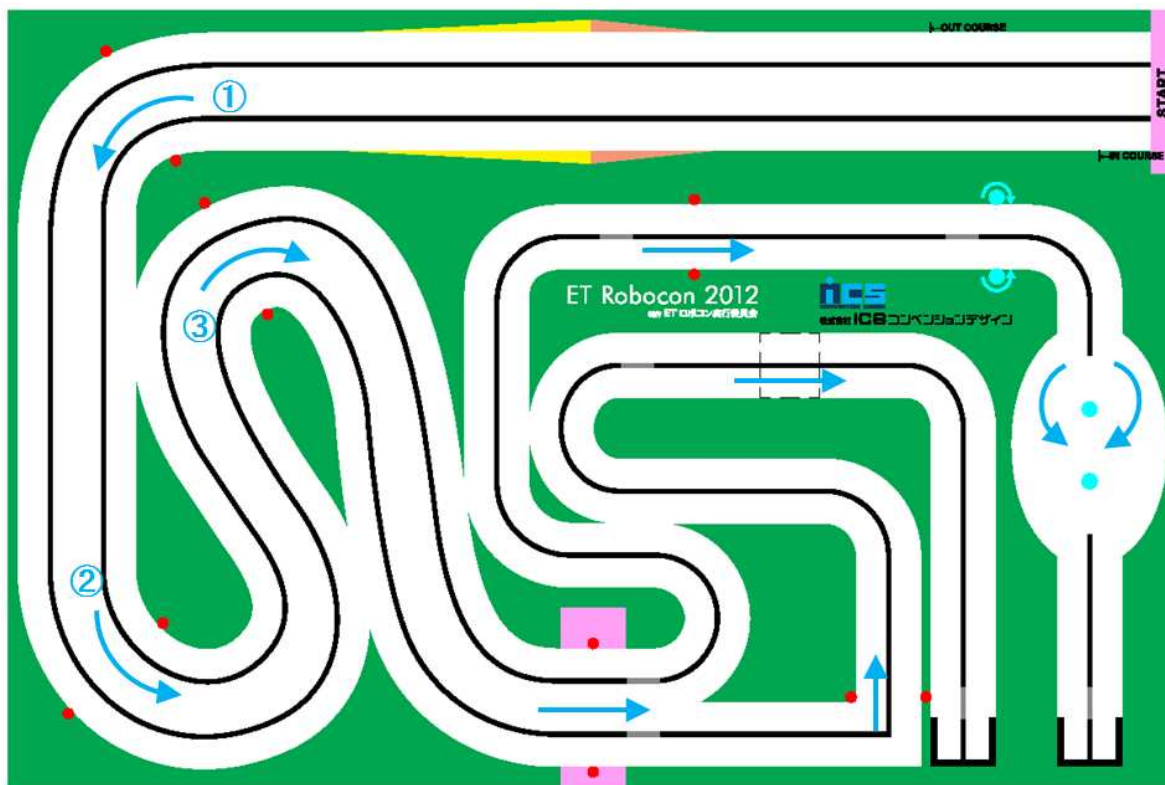

図 4 ゲート通過方向
競技フィールド上には、走行体の通過判定を行うゲートが、図 3 の赤い丸印の位置に設置されます。各ゲートは対となる丸印を繋いだ直線上を規定方向で走行体の全体が越えた時点で、そのゲートを通過したと見なします。各ゲートの規定通過方向は、図 4 に示す青矢印の向きになります。
ベーシック・ステージでは、スタートから図 4 にある①～③の 3 箇所のゲートを順番に通過して、ゴールまでの走行タイムを計測します。